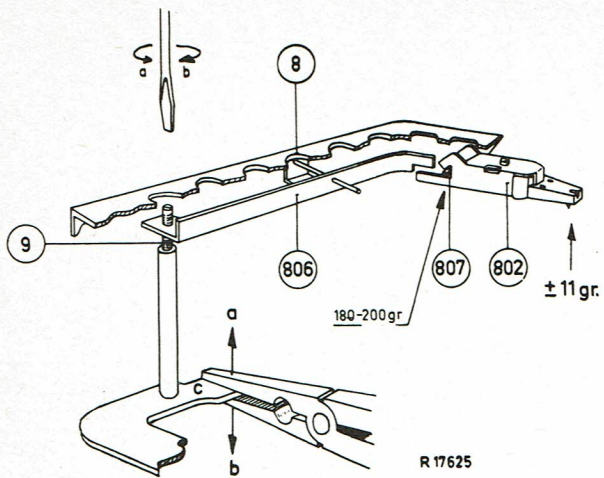

Fig. 2
B. BRAS DE LECTURE, Rep. 8 (Fig. 2)
6. Lorsque la tête a une position trop basse, la vis de réglage 9 doit être tournée un peu vers le bas (voir fig. 2).
Lorsque la tête se trouve trop haut, la languette C au disque de commande 21 doit être recourbée un peu dans le sens b (fig. 2).